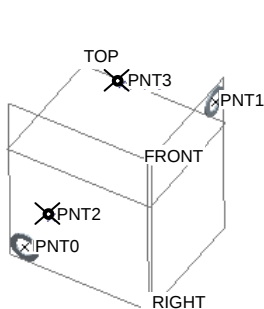

图 6.10.3 基准点 标识 105
Step4. 创建图 6.10.3 所示的基准点——基准点 标识 105。
(1) 选择下拉菜单 **插入(I)** → **模型基准(B)** → **点(P)** → **偏移坐标系(O)...** 命令，系统弹出“偏移坐标系基准点”对话框；然后在图形区选取系统默认的坐标系 PRT_CSYS_DEF 为创建点的参照。
(2) 在“偏移坐标系基准点”对话框中，单击 **名称** 下面的单元格，则该单元格中显示出 PNT2；分别在 **X 轴**、**Y 轴** 和 **Z 轴** 下面的单元格中输入坐标值 120.00、-300.00 和 -350.00。
(3) 单击“偏移坐标系基准点”对话框中的 **确定** 按钮, 完成图 6.10.3 所示的 PNT2 基准点的创建。
(4) 参照步骤(1)、(2), 用同样的方法创建图 6.10.3 所示的 PNT3 基准点, 分别在 **X 轴**、**Y 轴** 和 **Z 轴** 下面的单元格中输入坐标值 280.00、52.00 和 -249.00。